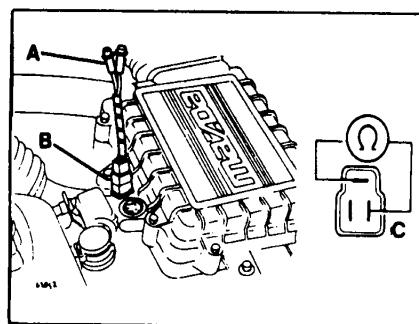

Рис. 8 Проверка датчика положения дроссельной заслонки
□ Подсоедините контрольную лампу Mazda №49F018001 (рис. 8, А) к земному контрольному разъему.
- Отсоедините разъем датчика и измерьте сопротивление при закрытой и открытой дроссельной заслонке (рис. 8).